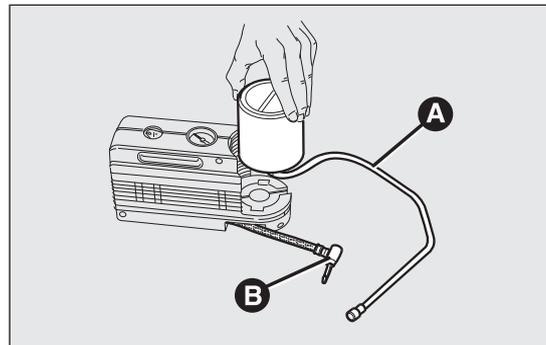

fig. 132
- débrancher le raccord B fig. 132 ;